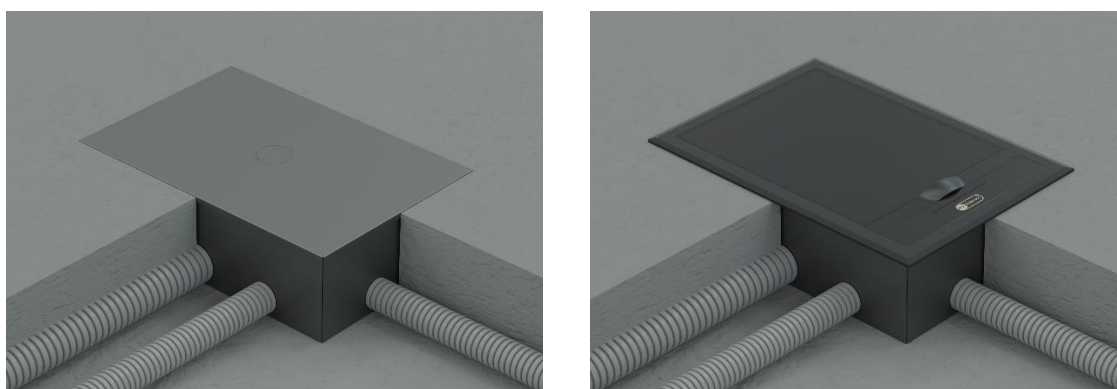

Рис. 4
3. Выполнить заливку раствором наливного пола (Рис. 4).